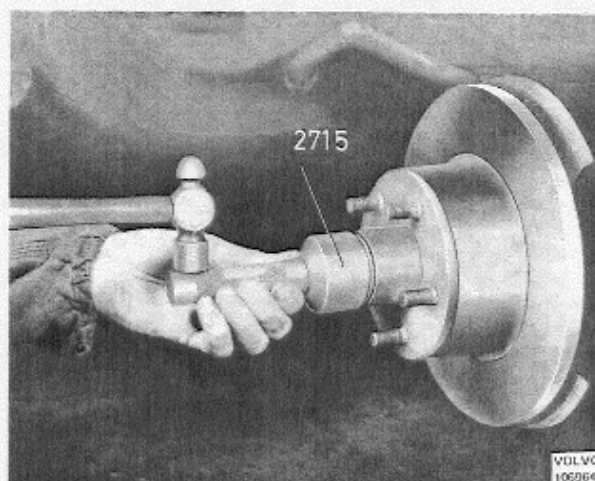
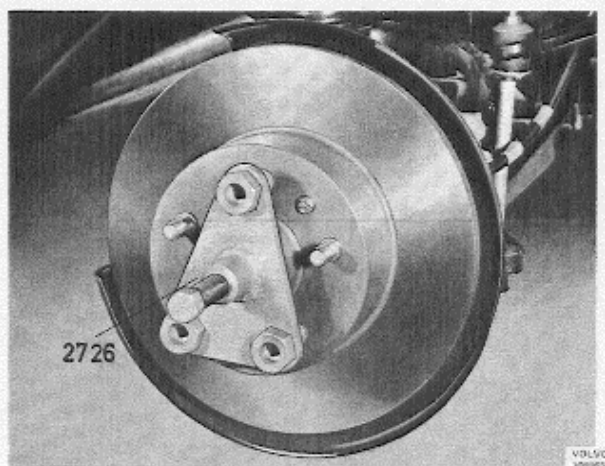
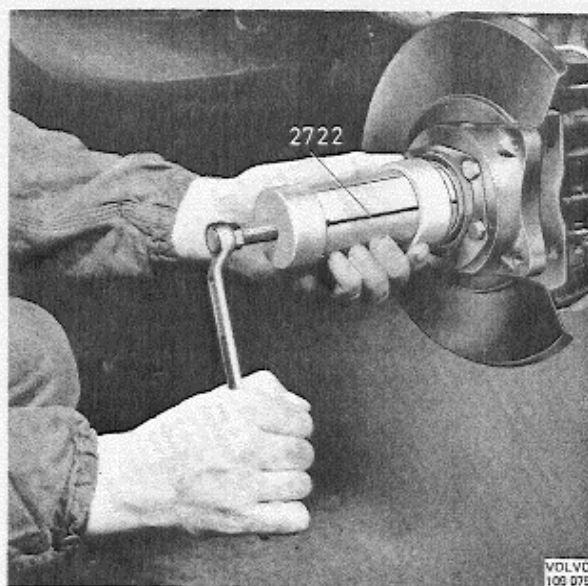

Abb. 22 Abklopfen der Fettbüchse
Abb. 23 Ausbau der Nabe
Abb. 24 Ausbau des inneren Radlagers
5. Fettbüchse vor der Nabe gem. Abb. 22 mit dem Dorn 2715 abklopfen. Kronenmutter entsplinten und abschrauben. Nabe mit der Abziehvorrichtung 2726 gem. Abb. 23 abziehen. Wenn erforderlich, das innere Lager mit dem Innenabzieher 2722 getrennt vom Achsschenkel abziehen, s. Abb. 24.